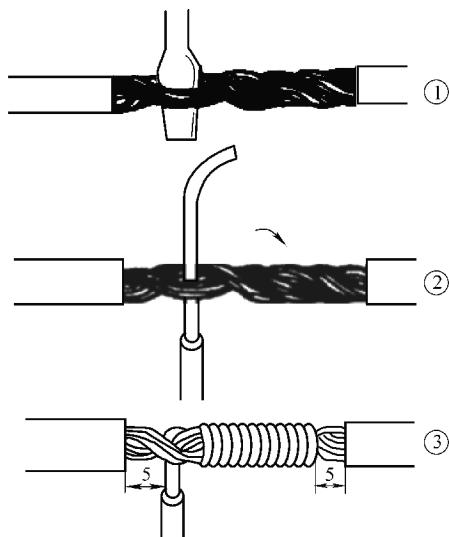

图 4-38 铜硬导线单股线与多股线的分支连接
1) 单股线与多股线的分支连接。应用于分支线路与干线之间的连接。连接方法如图4-38所示。先按单股线芯直径的约20倍的长度剥除多股线连接处的中间绝缘层，再按多股线的单股线芯直径的100倍左右长度剥去单股线的线端绝缘层，并勒直线芯。